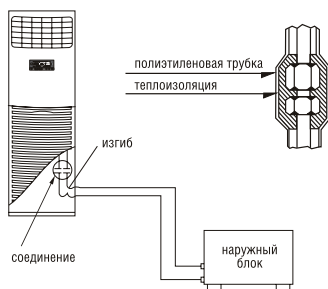

Рис.11
- Фреоновые трубопроводы холодильного контура и места подсоединения труб должны быть теплоизолированы, чтобы на их поверхности не конденсировалась влага (рис.11).